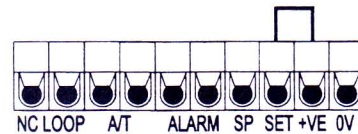

Fig.15
- 2) Collegando il + 12 volt al morsetto SET, verranno disabilitate tutte le funzioni L.E.D. (fig.15)